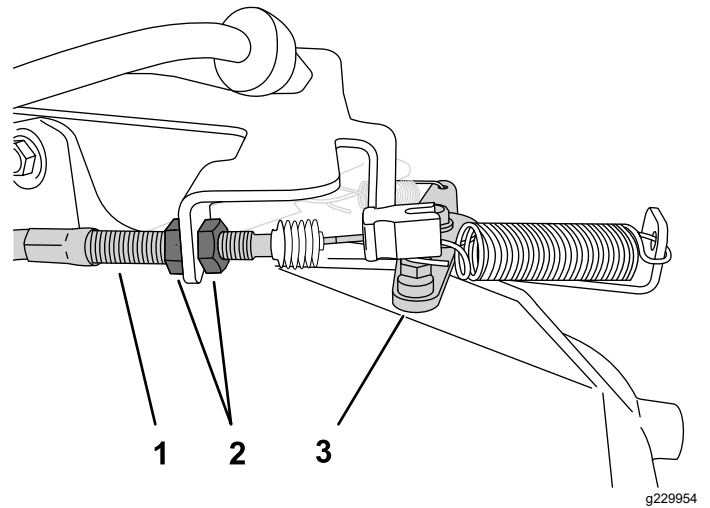

Figura 41
2. En la carcasa del cable del acelerador, afloje la contratuerca delantera y apriete la contratuerca trasera para aumentar el ralentí bajo (Figura 41).